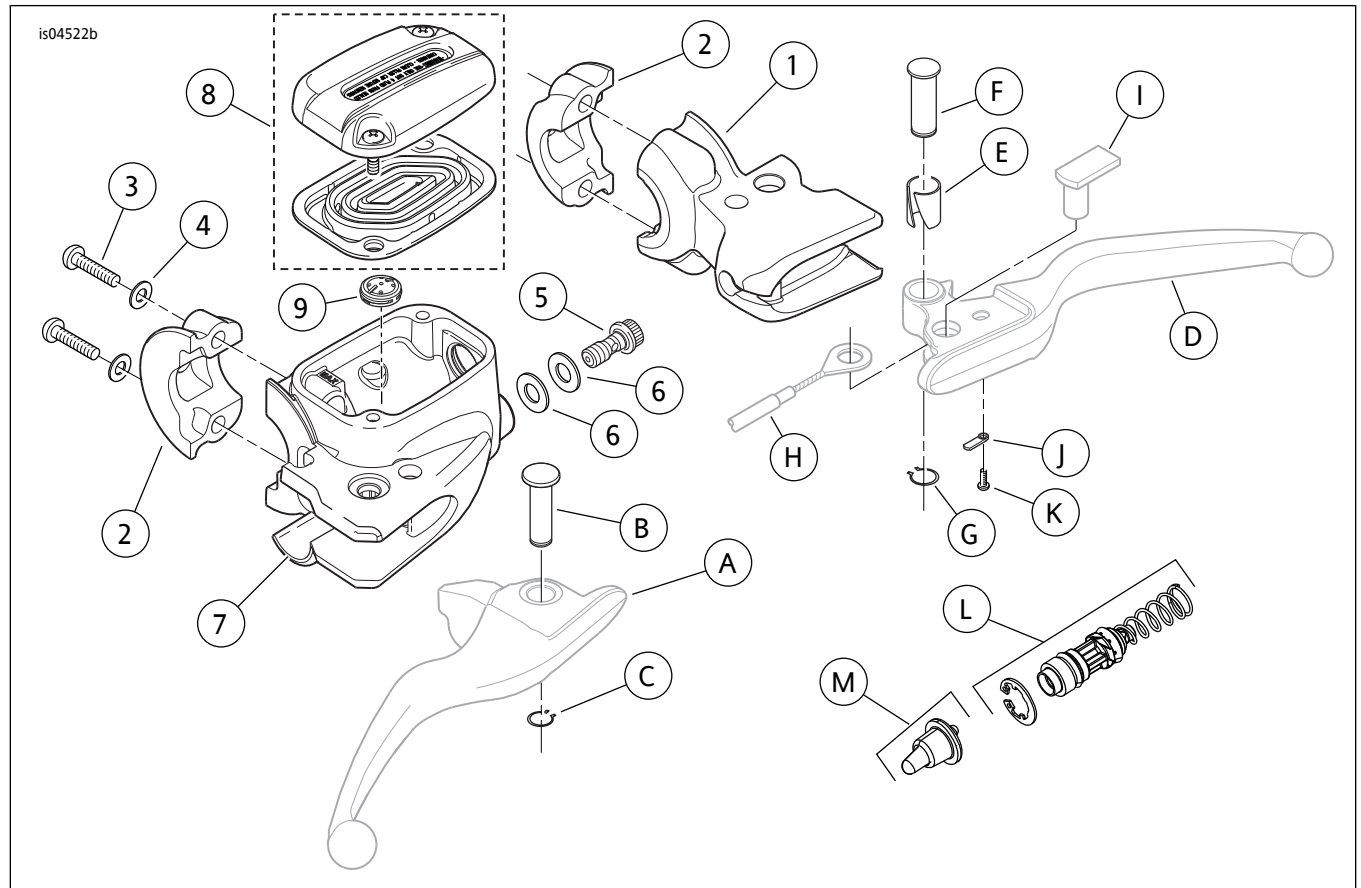

图5。维修零件：镀铬离合器支架与前刹车主缸套件
- 参见图5。从枢轴销(F)上拆下固定环(G)并丢弃。从离合器杆支架(1)上拆下销并丢弃。
- 参见图5。找出之前拆下的OE离合器手杆(D)或取出新手杆(单独购买)。检查确认枢轴衬套(E)是否到位。